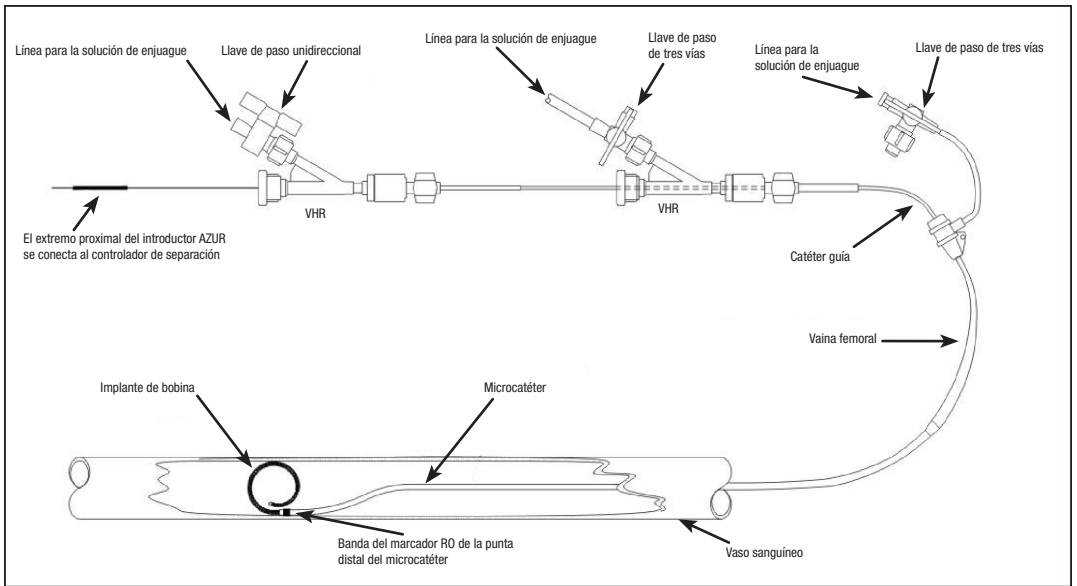

Figura 1: Diagrama de preparación del sistema AZUR
- **NQ** lo utilice junto con dispositivos de radiofrecuencia (RF).
1. Consulte la Figura 1 para ver el diagrama de preparación.
5. Utilizando procedimientos de intervención estándar, acceda al vaso con un catéter guía. El catéter guía debe tener un diámetro interior (DI) lo suficientemente grande como para permitir la inyección de contraste mientras el microcatéter está colocado. Esto permitirá realizar un trazado fluoroscópico durante el procedimiento.